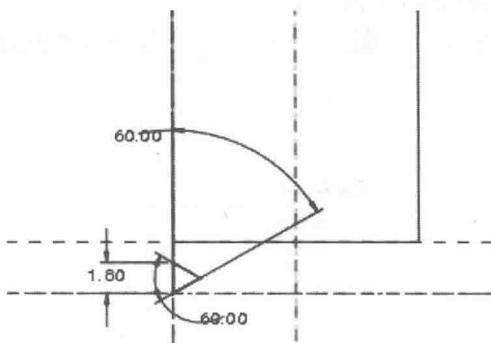

图 1-29
(5) 单击 按钮，在信息区显示的文本栏中输入螺距值“2”，并绘制如图 1-29 所示的截面。